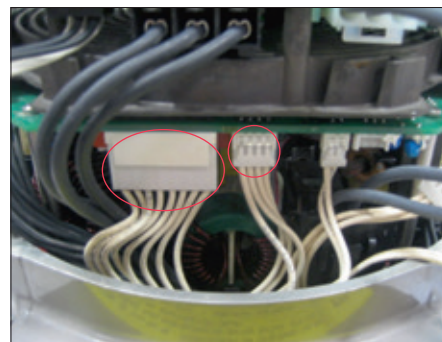

Figura 22
- Ricollegare il cavo con connettore a 8 pin e il cavo con connettore a 4 pin (Figura 22).